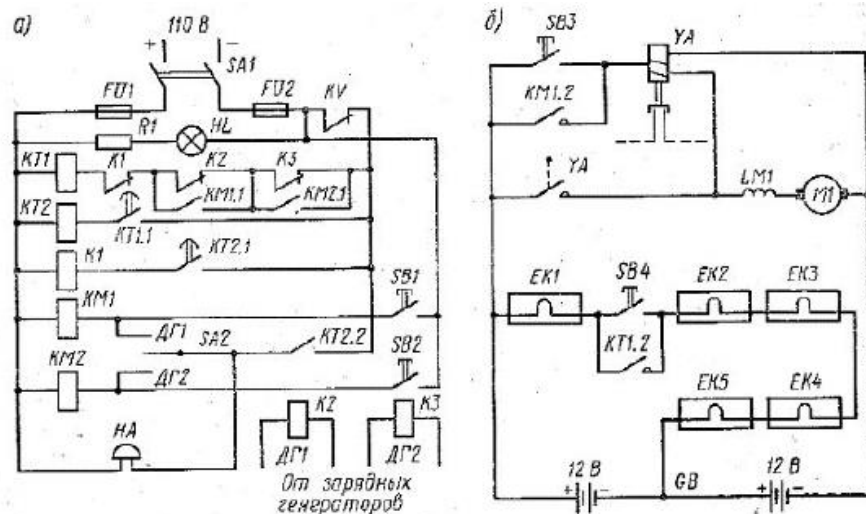

Рис.2
2. Указать элементы электрической принципиальной схемы управления ДГ-25 (рис.2) со стартерным пуском. Объяснить порядок работы схемы в штатном и аварийном режиме